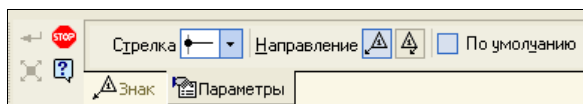

**Рис. 12.24.** Диалоговое окно
- ◆ для ввода надписи щелкните ЛК мыши в поле **Текст**. Система выведет на экран диалоговое окно **Введите текст** (рис. 12.24). Это стандартное окно, в верхней части которого обозначены поля ввода для знака маркировки. Это значит, в технических требованиях чертежа (см. урок 14) в пункте 1 должна быть запись: "Клеймить. Шрифт 10 ГОСТ..." Согласно ЕСКД, маркировка (клеймение) пишется последним или предпоследним пунктом;